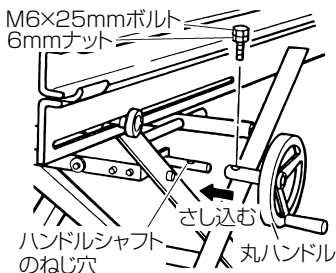

図 5
(1) ハンドルシャフトに丸ハンドル (中央穴) を挿入し、丸ハンドル穴とハンドルシャフトのねじ穴位置を合わせます。
(2) 付属の 6 mm ナットを M6 × 25 mm ボルトの頭部に突き当たるまでねじ込みます。(図 5 参照)
(3) お手持ちの 10 mm スパナで 6 mm ナットを付けた M6 × 25 mm ボルトをハンドルシャフトにねじ込み、最後に 6 mm ナットのみを時計方向に締めてゆるみ止めをします。